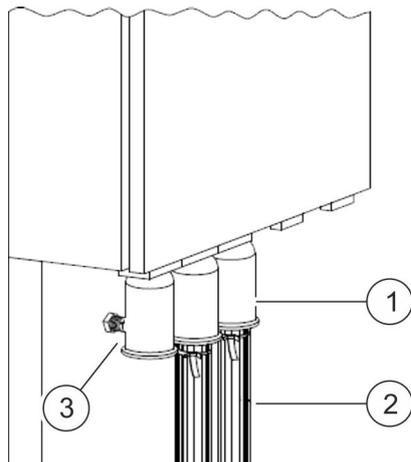
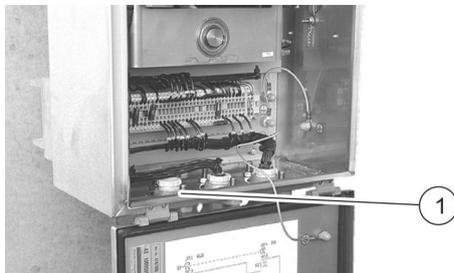

Abb. 15: Elektrischer Anschluss
Abb. 16: Anschlussbeispiel
2. ➔ Dichtungsunterlage aus der Gehäuseinnenseite auf den Konus des Kabelendverschlusses (Abb. 15/1) legen.
3. ➔ Kabelendverschluss (Abb. 15/1) mit der aufgelegten Dichtungsunterlage mit zwei Schrauben (M10) an der Unterseite des Schalterferntriebs befestigen.
4. ➔ Kabel von unten durch das Schutzrohr (Abb. 15/2) und den Kabelendverschluss (Abb. 15/1) in das Gehäuse einführen.
5. ➔ Zur Zugentlastung und Abdichtung das eingeführte Kabel mit der Druckschraube (Abb. 16/1) im Kabelendverschluss (Abb. 15/1) fixieren.
6. ➔ Schutzrohr (Abb. 15/2) am Kabelendverschluss mit der Ringschneideschraube (Abb. 15/3) befestigen.